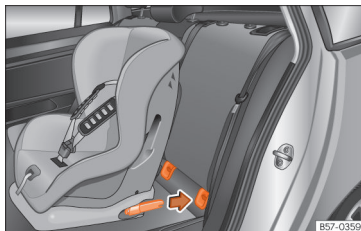

Abb. 27 Rücksitz: Einbau des Kindersitzes mit dem ISOFIX-System.
- Stecken Sie den Kindersitz auf die „ISOFIX/iSize“-Halteösen, bis der Kindersitz hörbar einrastet » Abb. 27. Wenn der Kindersitz über eine Top Tether Befestigung verfügt, befestigen Sie ihn an der entsprechenden Öse » Seite 39. Befolgen Sie die Anweisungen des Kindersitzherstellers.